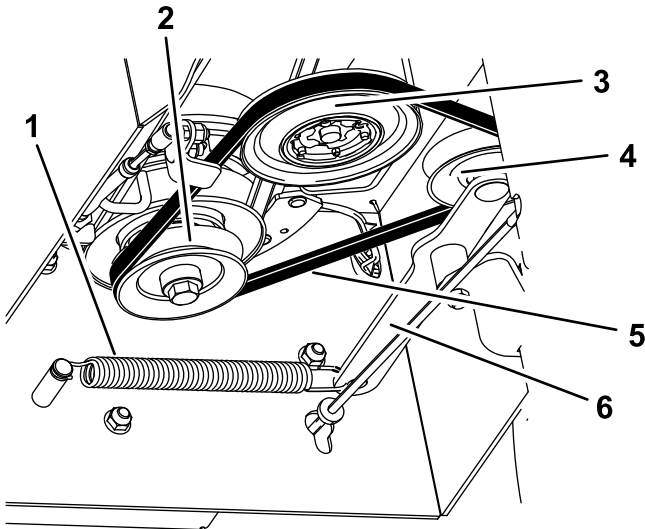

Figura 32
4. Retire el muelle de extensión del brazo tensor (Figura 32).
6. Pase la correa nueva alrededor de las poleas del embrague, la transmisión y las poleas tensoras (Figura 32).